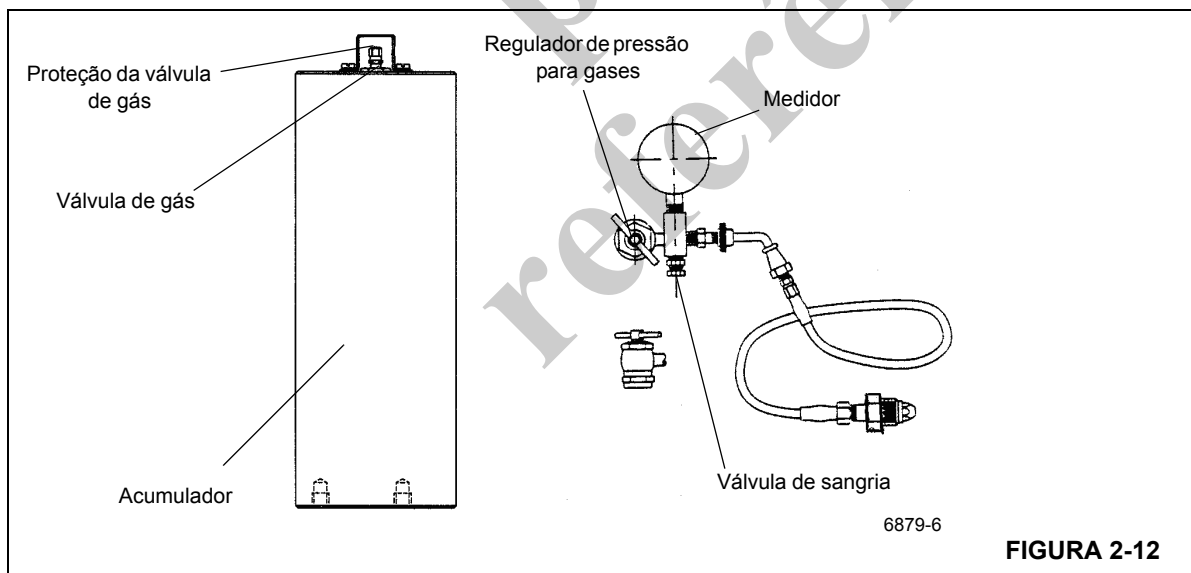

FIGURA 2-12
1. Com o motor desligado, descarte todo o óleo armazenado nos acumuladores pressionando o pedal do freio de serviço no piso da cabine várias vezes. Remova a proteção e a tampa da válvula de gás no acumulador (Figura 2-12).
2. Antes de conectar o conjunto de carga (Figura 2-12) à válvula de gás do acumulador, gire totalmente para fora (sentido anti-horário) a alavanca em "T" do regulador de pressão para gases.
6. Se a pressão for  $8,3 \pm 0,4/- 0$  MPa ( $1200 \pm 50/- 0$  psi), remova o conjunto da válvula de carga girando a alavanca em "T" totalmente para fora no regulador de pressão para gases e abrindo a válvula de sangria (Figura 2-12).
1. Com o motor desligado, descarte todo o óleo armazenado nos acumuladores pressionando o pedal do freio de serviço no piso da cabine várias vezes. Remova a válvula de gás e a tampa do acumulador (Figura 2-12).
3. Antes de conectar o conjunto de carga (Figura 2-12) à válvula de gás do acumulador, gire totalmente para fora (sentido anti-horário) a alavanca em "T" do regulador de pressão para gases.
7. Se a pré-carga estiver acima de  $8,3 + 0,4/- 0$  MPa ( $1200 + 50/- 0$  psi), feche o cilindro de nitrogênio e abra lentamente a válvula de sangria no conjunto de carga (Figura 2-12) até que a pressão da pré-carga esteja correta.